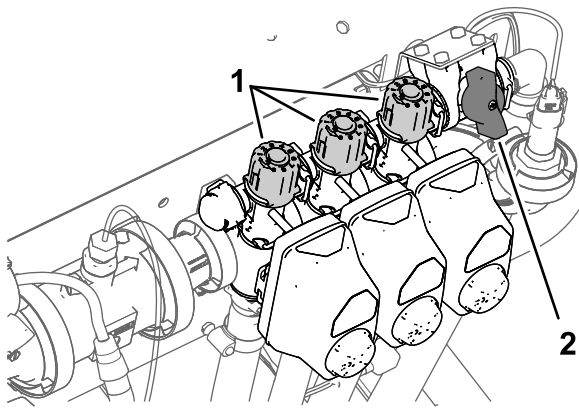

Figure 38
9. Désactivez la section gauche et réglez le bouton de dérivation de section (Figure 38) jusqu'à ce que le débit affiché corresponde au précédent selon le tableau.
11. Réglez le bouton de dérivation de la section droite (Figure 38) jusqu'à ce que le débit indiqué corresponde au précédent selon le tableau.
13. Réglez le bouton de dérivation de la section centrale (Figure 38) jusqu'à ce que le débit indiqué corresponde au précédent selon le tableau.